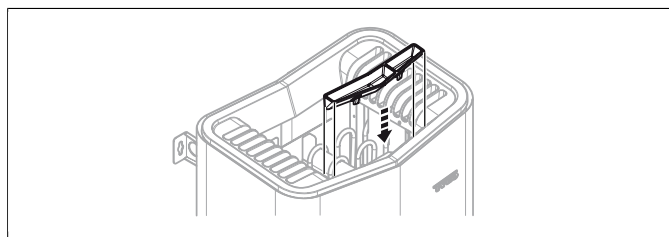

Рисунок 11: Установка подставка для флакона с ароматизатором/увлажнителя воздуха
10. Установите чашу для трав/увлажнитель воздуха (см. **Рисунок 11**, страница 5).